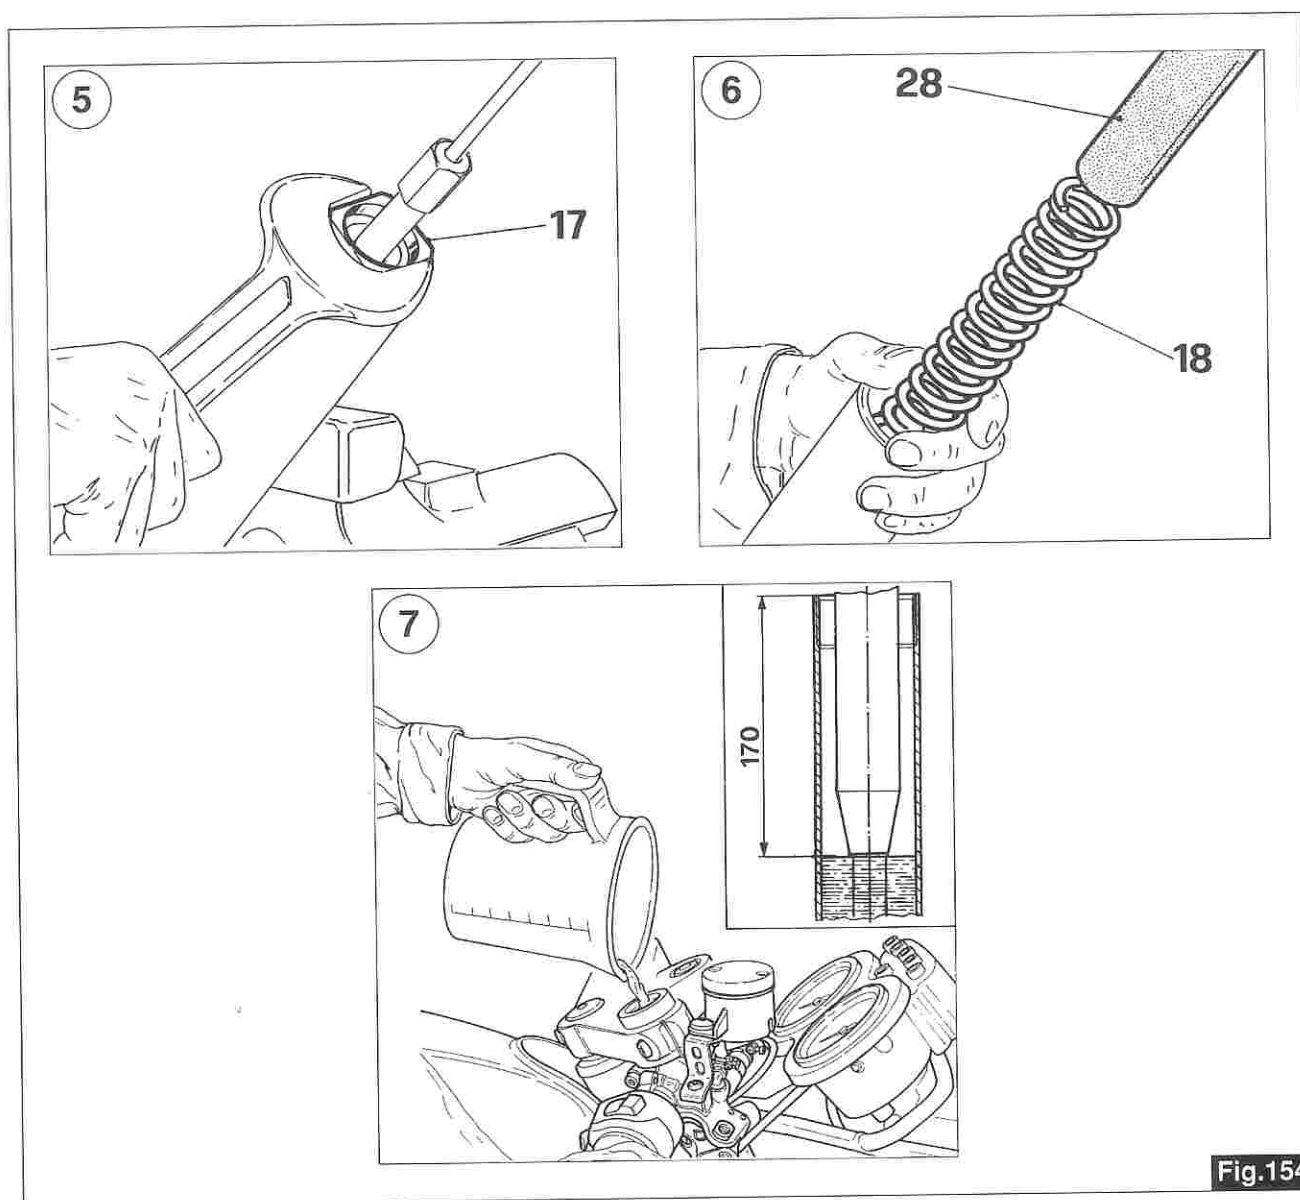

Fig.154
- 5) Con una chiave esagonale di 36 mm svitare il tappo (17) di chiusura superiore. Rimuovere detto tappo e l'attrezzo sopracitato dal tubo portante. Fare attenzione a non rovinare l'anello OR (04) nell'estrazione.
- 6) Sfilare dall'interno del tubo portante il tubetto di precarica (28), la molla (18) e lo scodellino guidamolla.
- 7) Portare i portasteli a fondo corsa e immettere olio (SAE 10) fino a raggiungere un volume d'aria di 170 mm (vedi sezione a fig.154). Reinserire i componenti precedentemente smontati.
- 5) By means of a 36 mm. wrench, unscrew the upper plug (17). Remove this plug and this tool from the stanchion tube. Pay attention not to damage the O-ring (04) when taking them out.
- 6) Slide out the pre-load tube (28), the spring (18) and the spring guide cap from inside the support pipe.
- 7) Make the sliders reach their end of stroke and pour oil (SAE 10) until a 170 mm air volume is reached (see section at fig.154). Fit the components previously dismantled.